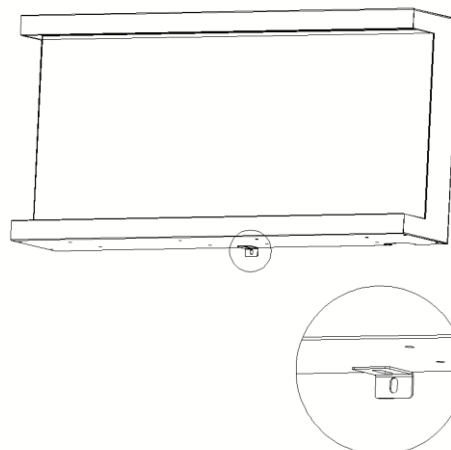

Fig 1-2
B. Utilice este tornillo para montar el soporte en forma de „L” (**J**) en el fondo de la chimenea. (**Fig. 1-2**)